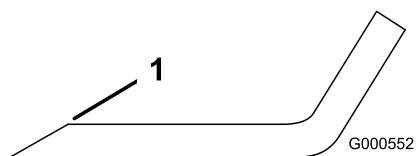

Рисунок 65
1. Заточите напильником режущую кромку на обоих концах ножа (Рисунок 65).
**Примечание:** Если нож не сбалансирован, удалите некоторое количество металла только с конца области загиба (Рисунок 65).